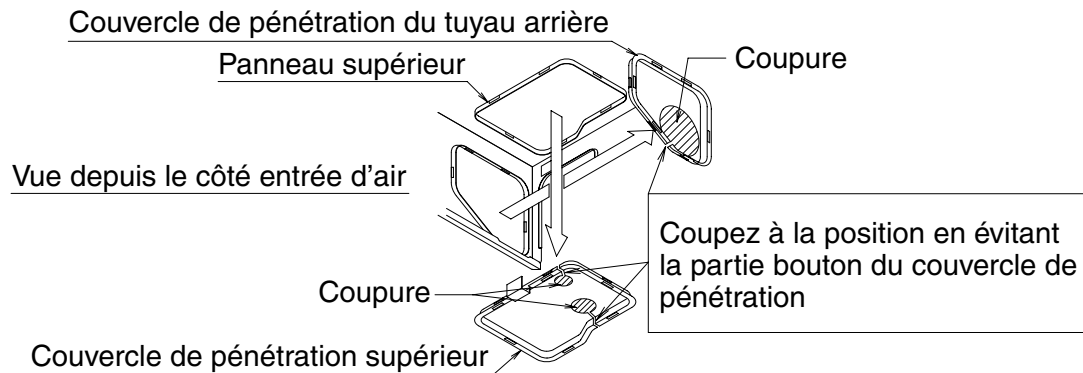
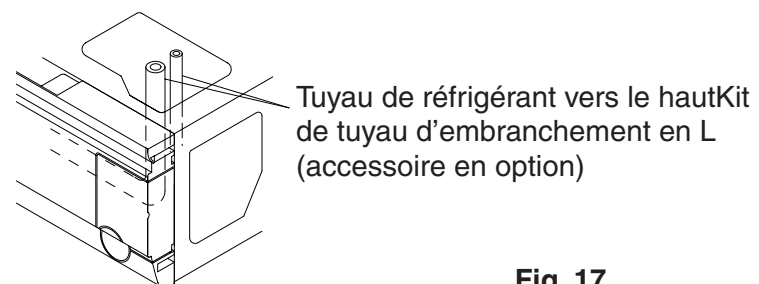
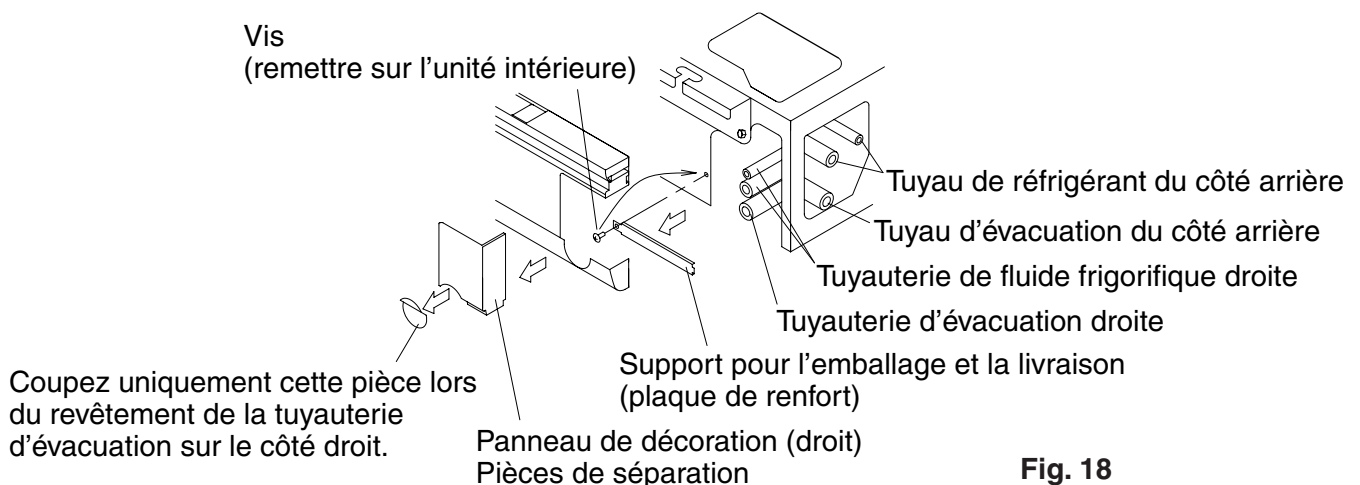

Fig. 16
Fig. 17
Fig. 18
- Retirez le support pour l'emballage et la livraison (plaque de renforcement) avant les travaux de tuyauterie de fluide frigorigéant. **(Reportez-vous à la Fig. 18)**
(1) Pour la tuyauterie arrière
- Retirez l'arrière par le couvercle et raccordez la tuyauterie. **(Reportez-vous aux Fig. 16 et 18)**
(2) Pour la tuyauterie arrière
- Retirez le couvercle supérieur de pénétration du panneau et utilisez le kit de tuyauterie à raccordement en forme de L (accessoire en option) pour diriger la tuyauterie. **(Reportez-vous à la Fig. 16 et Fig. 17)**
(3) Pour la tuyauterie de surface du côté droit
- Retirez le support pour l'emballage et la livraison (plaque de renforcement) sur la surface droite et remettez la vis dans la position d'origine de l'unité. **(Reportez-vous à la Fig. 18)**
- Coupez le trou de sortie au niveau du panneau de décoration (droit) et raccordez la tuyauterie. **(Reportez-vous à la Fig. 18)**
- Après l'installation de la tuyauterie, coupez le couvercle de pénétration retiré le long de la forme de la tuyauterie, puis installez. Aussi, pour le couvercle de pénétration du panneau supérieur, étant donné qu'il a été retiré auparavant, passez le moteur des lames d'oscillation et le fil de la thermistance par l'attache du couvercle de pénétration du panneau supérieur et fixez-les. **(Reportez-vous aux Fig. 16 et 19)** Lorsque vous faites cela, bloquez tout écart entre le couvercle de pénétration de la tuyauterie et la tuyauterie à l'aide de mastic afin d'empêcher la poussière d'entrer dans l'unité intérieure.
(1) Effectuez l'évacuation de la tuyauterie.
- La tuyauterie d'évacuation peut être raccordée à l'aide des consignes suivantes : Pour le côté arrière droit / côté droit, reportez-vous à la **Fig. 18** du "6. TRAVAUX DE TUYAUTERIE DE FLUIDE FRIGORIFIQUE" et pour le côté arrière gauche / côté gauche, reportez-vous à la **Fig. 21**.